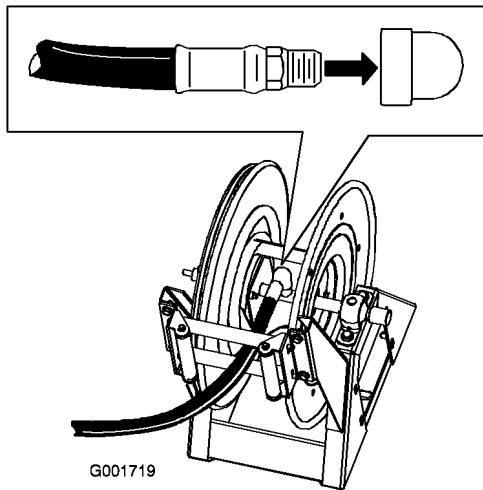

Bild 32
1. Wickeln Sie Teflonband um das Gewinde an der Schlaucharmatur am langen Schlauch und setzen Sie die Armatur in das Anschlussrohr am Wagen ein (Bild 32).